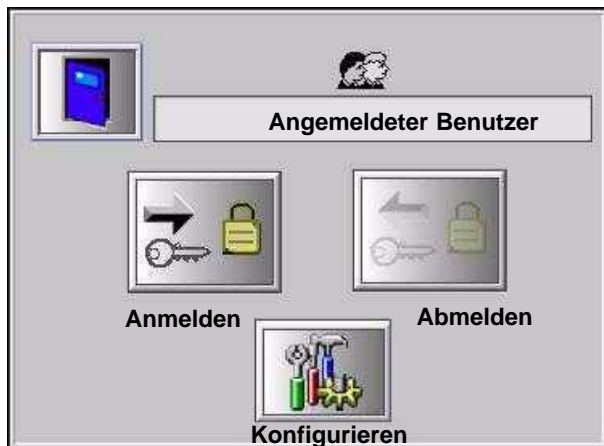

Abb. 2-1 Menü Anmelden/Abmelden
1. Siehe Abbildung 2-1. Zum Öffnen des Menüs Anmelden das Schaltfeld **Anmelden** berühren.
Siehe Abbildung 2-1. Das Schaltfeld **Abmelden** berühren. Ein Bestätigungsmenü wird geöffnet. Zum Abmelden das Schaltfeld **OK** berühren. Um das Abmelden abzubrechen, das Schaltfeld **Abbrechen** berühren.